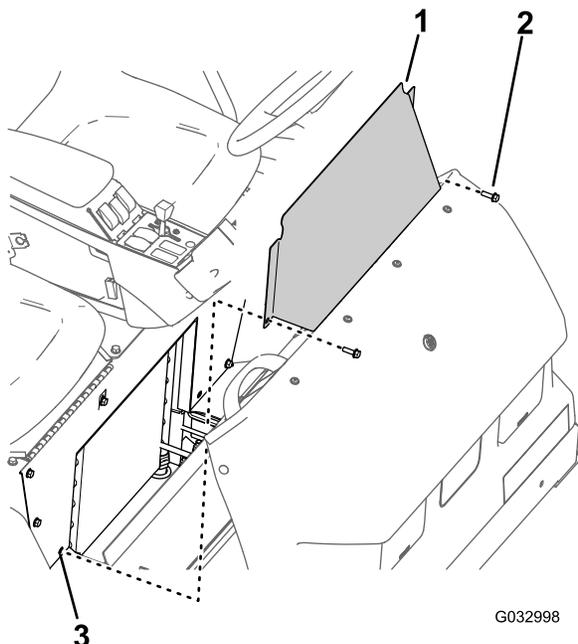

Figura 64
1. Retire os 2 parafusos de cabeça flangeada que fixam o painel de acesso da base do banco à base do banco (Figura 64).
2. Retire o painel de acesso da base do banco da máquina (Figura 64).
1. Alinhe os orifícios no painel de acesso da base do banco com os orifícios na base do banco (Figura 64).
2. Monte o painel de acesso da base do banco com os 2 parafusos de cabeça sextavada (Figura 64) que retirou no passo 1 de Remoção do painel de acesso da base do banco (página 59).